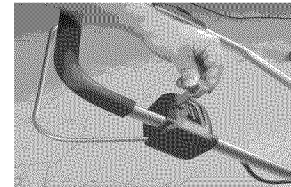

Figure 25 - Insérez la clé
2. Insérez la clé dans la rainure, et appuyez dessus. (Voir la Figure 25 *Note* : La clé peut être insérée d'une façon ou d'une autre dans la rainure.